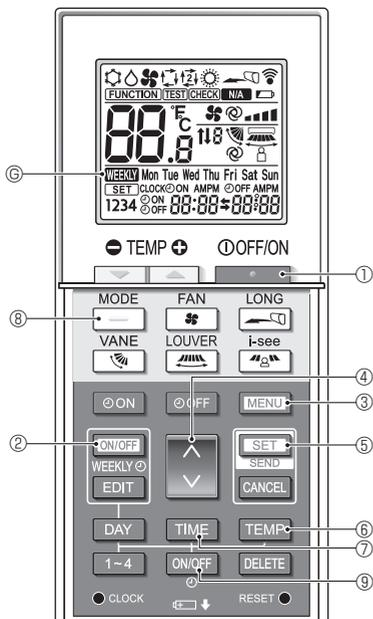
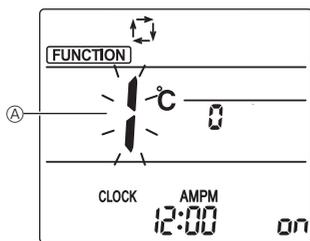
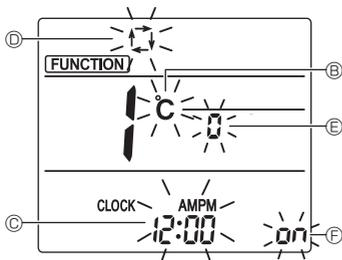

Fig. 5-1
Fig. 5-2
Fig. 5-3
(Fig. 5-1, Fig. 5-2)
- Нажмите кнопку ①, чтобы остановить работу кондиционера воздуха.
- Если недельный таймер активирован, нажмите кнопку ② для отключения таймера. (**WEEKLY** исчезнет).
- Нажмите кнопку ③.
- Отобразится экран настройки Function (Функция), и будет мигать числовое значение функции ④.
- Нажмите кнопку ④, чтобы изменить числовое значение функции.
- Убедитесь, что отображается числовое значение функции 1, а затем нажмите кнопку ⑤.
5.2. Выбор единиц измерения температуры (Fig. 5-1, Fig. 5-3 В)
- Нажатие кнопки ⑥ изменяет единицы измерения температуры (°C/°F). (Настройка по умолчанию — °C.)
5.3. Изменение отображения времени (Fig. 5-1, Fig. 5-3 С)
- Нажатие кнопки ⑦ меняет отображаемое время (/). (Настройка по умолчанию — 12-часовой формат.)
5.4. Изменение режима AUTO (АВТОМАТИЧЕСКИЙ) (Fig. 5-1, Fig. 5-3 Д)
5.5. Изменение числового значения пары (Fig. 5-1, Fig. 5-3 ㊟)
(Fig. 5-1, Fig. 5-3 ⑥)